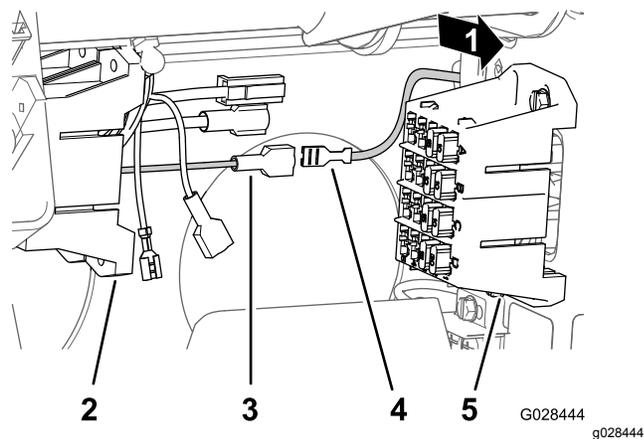

Рисунок 23
4. Найдите неизолированную гнездовую клемму на конце открытого желтого провода питания блока предохранителей машины и изолированную клемму с плоским штырем на конце желтого провода дополнительного питания, относящегося к блоку предохранителей и проводке опрыскивателя (Рисунок 23).
5. Подсоедините неизолированную гнездовую клемму блока предохранителей автомобиля к изолированной клемме с плоским штырем блока предохранителей опрыскивателя (Рисунок 23).